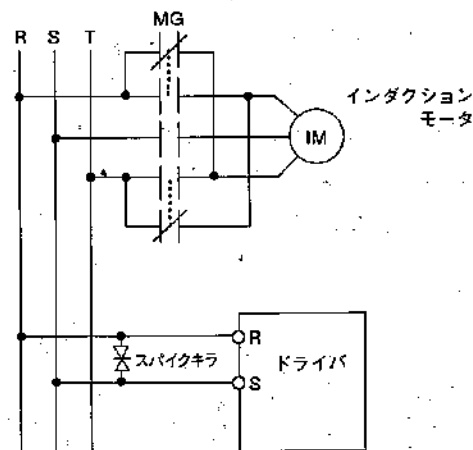

図4-5 インダクションモータとの電源共用
- ② 図4-5のようにインダクションモータと主電源を共用する場合、インダクションモータ(IM)の正転、逆転時に発生するスパイクノイズで、ドライバ内部の整流器が破損する事があります。特に大容量のインダクションモータの場合には、主電源(R-S間)にスパイクキラ等を挿入し、スパイク電圧を抑えて下さい。